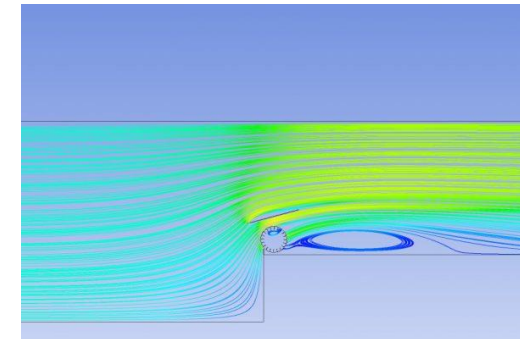

Abbildung 3: Neoventi
Neoventi-Technologie (Abb.3): Bei dieser Technologie wird durch den auf ein Hindernis strömenden Wind hinter der Hinderniskante eine höhere Windgeschwindigkeit erreicht. Diese erhöhte Geschwindigkeit sorgt für den Betrieb der eingebauten Windwalzen (montiert an Dachkanten) und die Umwandlung in elektrische Energie.
- Abbildung 3: https://www.neoventi.de/wp-content/uploads/2019/03/Streamline_Image-600x399.jpg